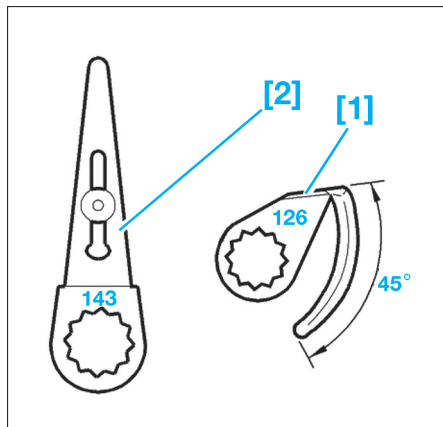

FIG. 1
- Couteau électrique (Fig.1).
- Équiper le couteau électrique avec la lame [1] (Fig.1).
- Équiper le couteau électrique avec la lame [2] (réglage : 28 mm) (Fig.1).